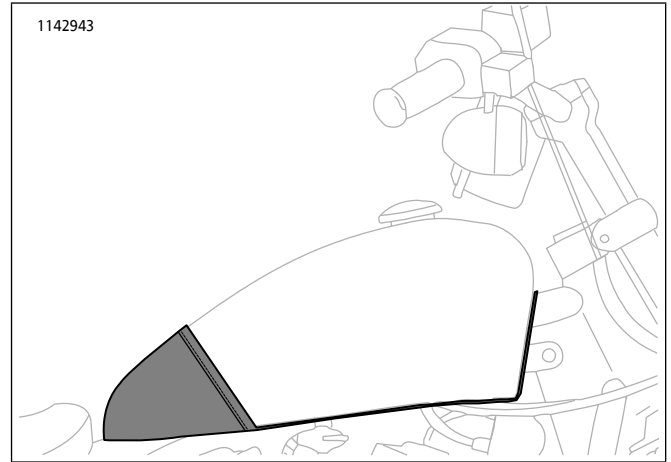

图1. 已安装油箱护套(典型)
1. 参见图1。从油箱的前部开始，将弹性扣带放在油箱的前边缘上，紧靠车架骨干框架，确保弹性扣带不会夹住位于油箱左侧下方的油箱通风管。正确放置后，扣带将沿着油箱的前部向下延伸，并沿着油箱的底部朝油箱的后部延伸。必要时进行调整。将护套拉到油箱的后部，然后将护套紧紧地贴在油箱的后部。